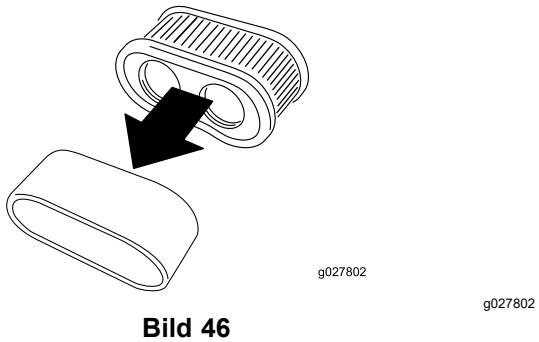

Bild 46
5. Trennen Sie den Schaumstoff- und Papiereinsatz (Bild 46).